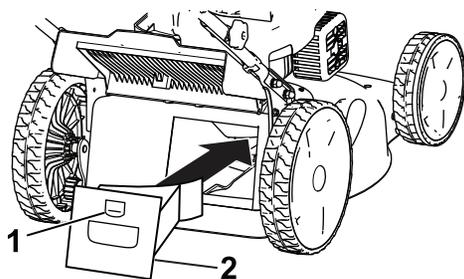

Figure 17
1. Soulevez le déflecteur arrière et gardez-le dans cette position (Figure 17)
2. Montez l'obturateur de mulching dans le carter et verrouillez l'obturateur dans l'ouverture du carter (Figure 17).